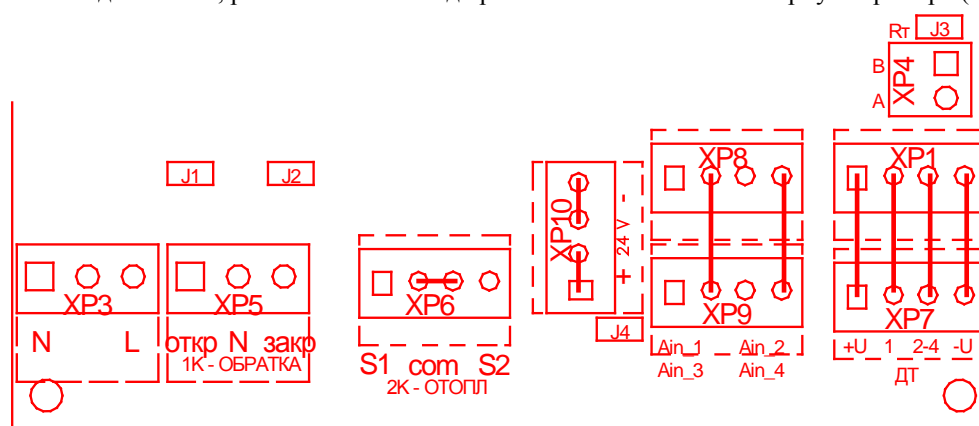

Рис.7.1. Размещение разъемов
7.6. Подключение к прибору электронных термодатчиков, исполнительных устройств производится с помощью клеммных соединителей, расположенных под крышкой в нижней части корпуса прибора (см. рис.7-1).